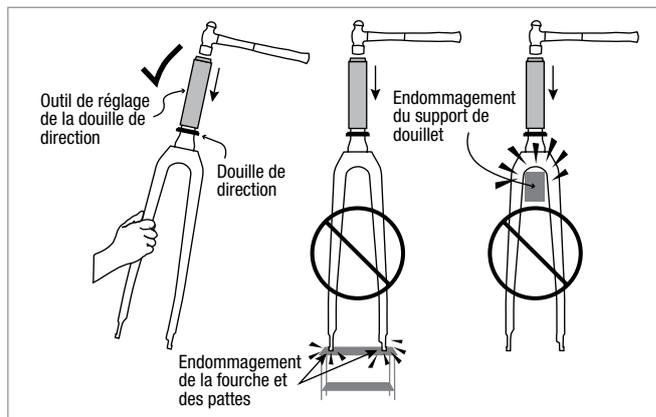
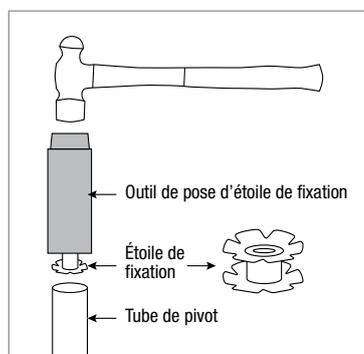

Figure 2
Figure 10
**▲ AVERTISSEMENT :** Ne pas placer la fourche sur les extrémités des pattes ni soutenir la fourche dans la partie douille lors du montage de la douille de direction, au risque d'endommager la fourche (Fig. 2).
- A. Tenez la fourche d'une main (Fig. 2) et posez une nouvelle étoile de fixation à l'aide d'un outil de pose d'écrou et d'un marteau (Fig. 10).